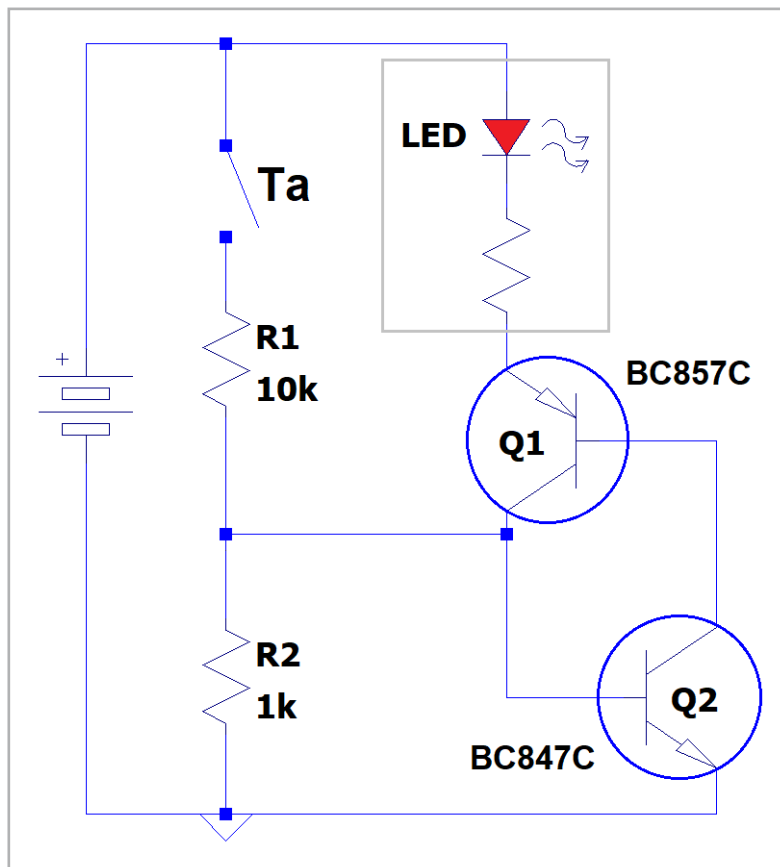
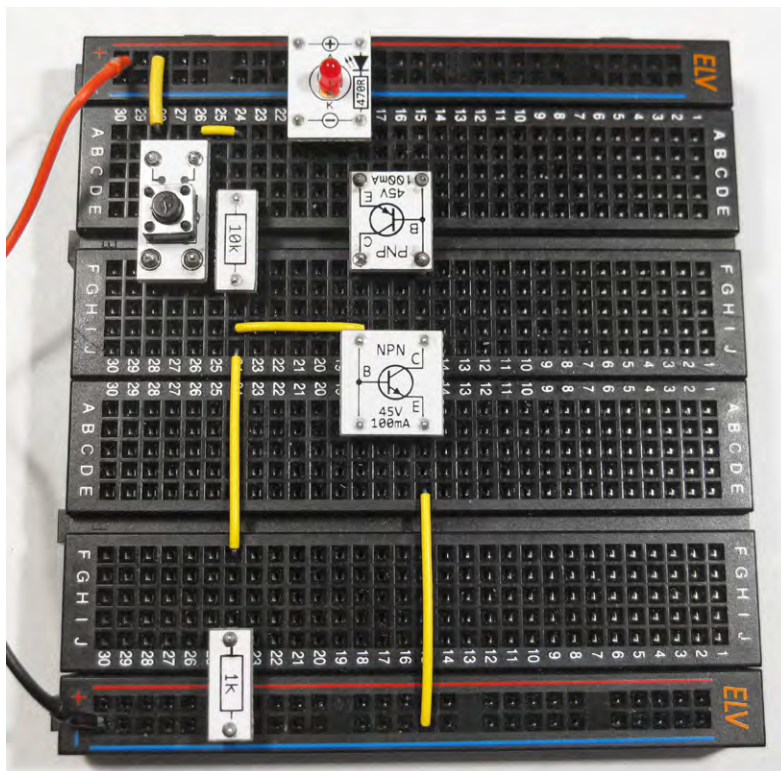
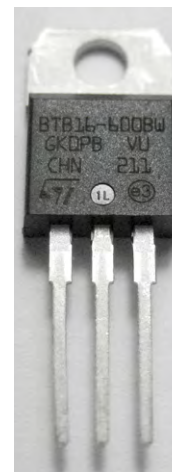
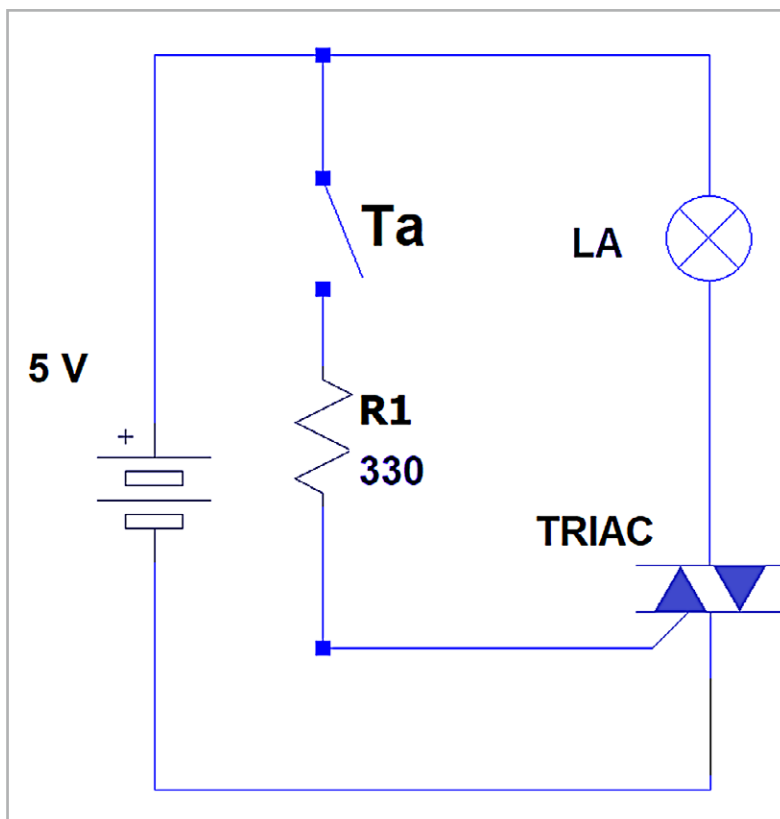

Bild 2: Zwei Transistoren bilden einen Thyristor.
Bild 3: Aufbau zum Thyristor-Emulator
Bild 9: TRIAC (BTB16)
Bild 10: Schaltung mit einem „echten“ TRIAC
Bild 2 zeigt eine Schaltung, bei der ein Thyristor durch zwei Transistoren ersetzt wurde. Die Schaltung kann leicht auf zwei kleineren Breadboards aufgebaut werden (Bild 3).
Falls ein Thyristor (z. B. MCR12) oder ein TRIAC (z. B. BTB16, siehe Bild 9) zur Verfügung steht, kann dieser anstelle der Transistoren in die Schaltung nach Bild 3 eingesetzt werden (siehe Bild 10).
Dazu sind folgende Änderungen notwendig (siehe Bild 10):
- Schalten Sie einen 100-nF-Kondensator parallel zu R2 in der Schaltung nach Bild 2 bzw. Bild 3. Schalten Sie die Batteriespannung mehrmals ein und aus. Es kommt nun so gut wie nicht mehr vor, dass der Thyristor ohne einen positiven Impuls am Gate von selbst zündet. Das liegt daran, dass ein schlagartiger Anstieg der Anodenspannung und damit ein Zündvorgang vermieden wird. Der Kondensator bewirkt in der Schaltung einen gebremsten Spannungsanstieg.